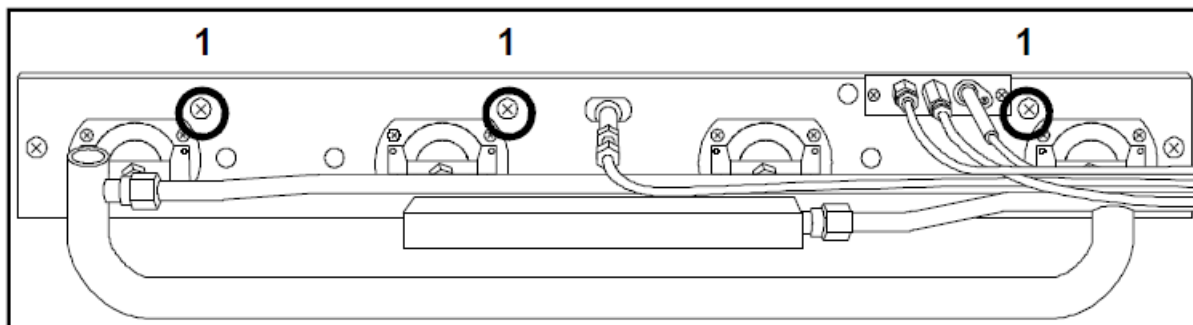

Рисунок 17 – Замена запальной горелки
- Вывернуть 3 винта крепления опоры горелки (рисунок 17, поз. 1).